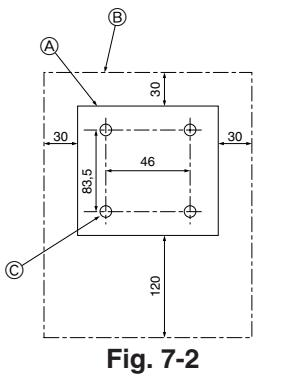

Fig. 7-2
- (1) Selecione uma posição de instalação do controlo remoto. (Fig. 7-2)